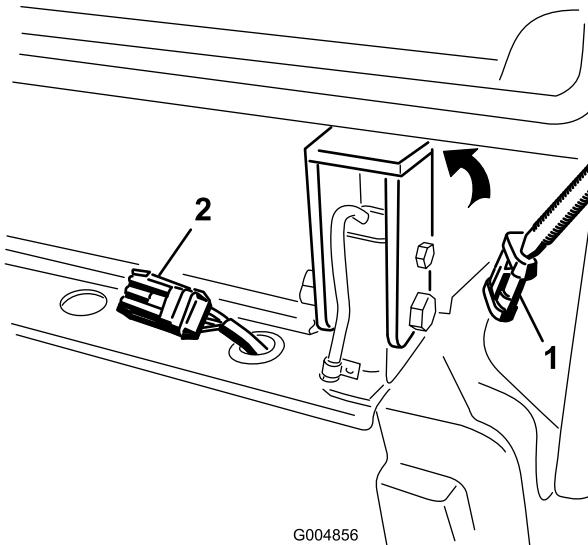

Figura 79
- Desenchufe el conector del arnés de cables de la cabina (Figura 79) e instale el tapón en el conector.